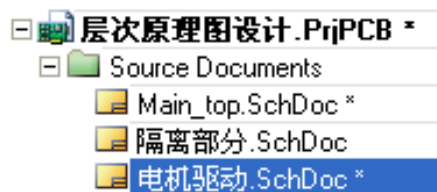

图11-16 新建的名为“电机驱动.SchDoc”的原理图
- （6）在“Main_top.SchDoc”文件下层新建一个名为“电机驱动.SchDoc”的原理图，如图11-16所示。